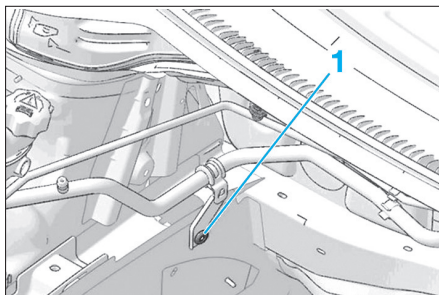

Fig. 33
- Déposer la vis de maintien (1) (Fig.33).